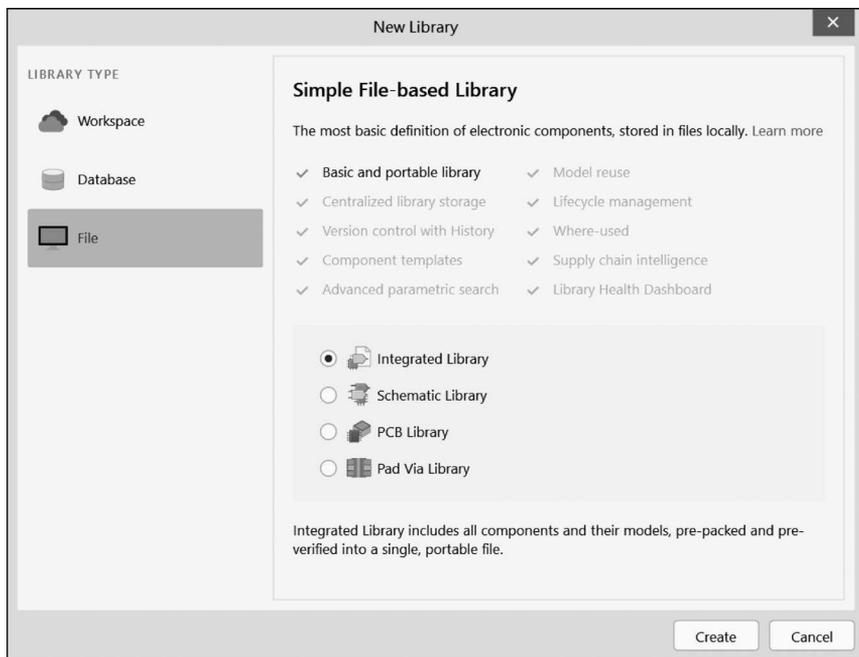

图 3-68 新建集成库
(1) 新建集成库。在工程面板下选择 File→New→Library→Integrated Library, 如图 3-68 所示, 右击工程面板中的 Integrated Library1. LibPkg 可设置该集成库的名称, 如 My. LibPkg, 其中. LibPkg 为集成库的后缀名。